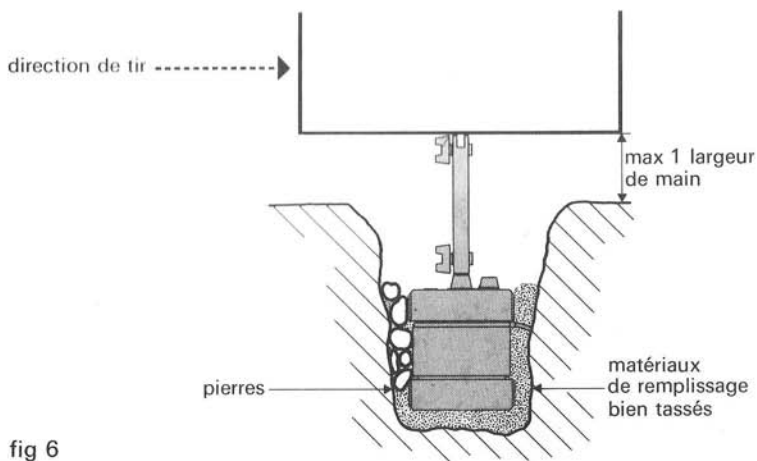

fig 6
- f. combler le trou jusqu'à la hauteur du bloc moteur et bien tasser les matériaux de remplissage. Du côté exposé aux balles, on prendra soin, dans la mesure du possible, de mettre de petites pierres entre le bloc moteur et la paroi du trou, à titre de protection du bloc moteur (voir fig 6);